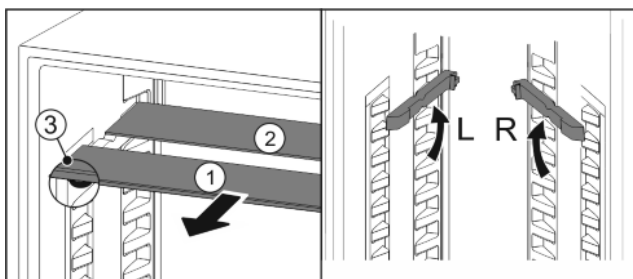

Fig. 20
- Sortir les tablettes par l'avant Fig. 20 (1).
- ▷ La tablette Fig. 20 (1) équipée de butées se trouve à l'avant.
- ▷ Les butées sont tournées vers le bas Fig. 20 (3).